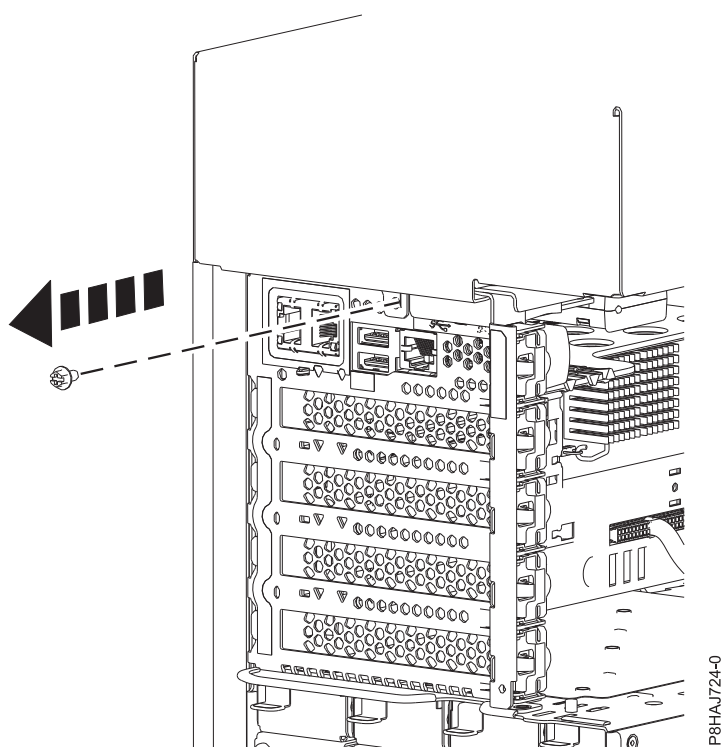

Figura 17. Remover o parafuso da tampa lateral do 8286-41A
4. Remova o parafuso na parte posterior da tampa lateral com uma chave Phillips, como apresentado na Figura 17.